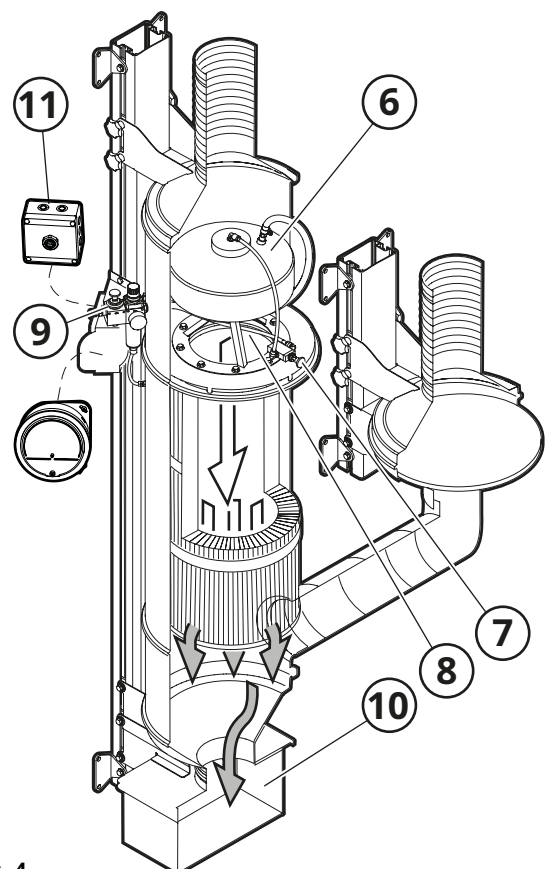

Fig. 4
Die Reinigung erfolgt (5, **Fig. 4**) durch manuelles Betätigung des Druckluftreinigungsschalters (6), so dass ein Druckluftimpuls den Filter von Verunreinigungen befreit. Ausgelöst wird dieser Druckluftimpuls von der Blasdüse (7). Die Stärke des Impulses wird am Druckluftregler (8) eingestellt.
Ein akustischer Alarm (10, **Fig. 4**) signalisiert, wenn der Luftstrom unter 600 m³/h sinkt, was darauf hinweist, dass die Saugkapazität der Maschine nicht ausreicht.